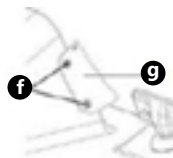

Imagen 8
- Con un destornillador afloje los tornillos (f) del protector de seguridad (g), situado en la parte trasera del aparato, y extráigalo (imagen 8).